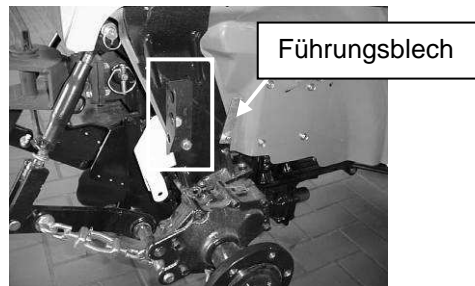

Bild 38: Halteblech für Hydraulik
8. Befestigen Sie mit der dritten Schraube das Führungsblech (siehe Bild 38).